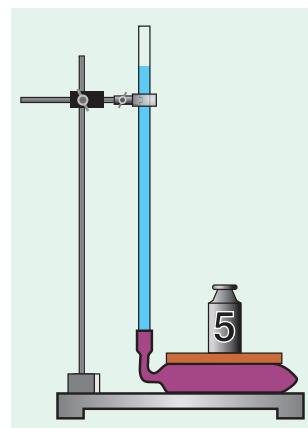

Рис. 186
4. Резиновая камера заполнена водой и соединена со стеклянной трубкой (рис. 186). На камеру положена доска массой $m_1 = 1,0 \text{ кг}$ и гиря массой $m_2 = 5,0 \text{ кг}$. Определите площадь доски, если высота столба воды в трубке $h = 1,0 \text{ м}$.